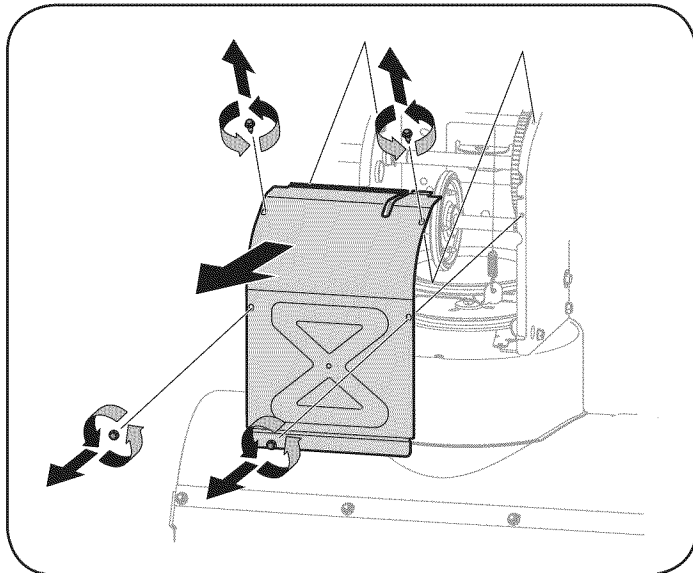

Figura 31
6. Saque la cubierta del marco desde debajo de la máquina quitanieve retirando los cuatro tornillos autorroscantes que la aseguran. Vea la Figura 31.
3. Saque la cubierta del marco desde debajo de la máquina quitanieve retirando los tornillos autorroscantes que la aseguran. Retire la rueda derecha quitando el tornillo y la arandela de campana que la aseguran al eje. Vea Figura 31.